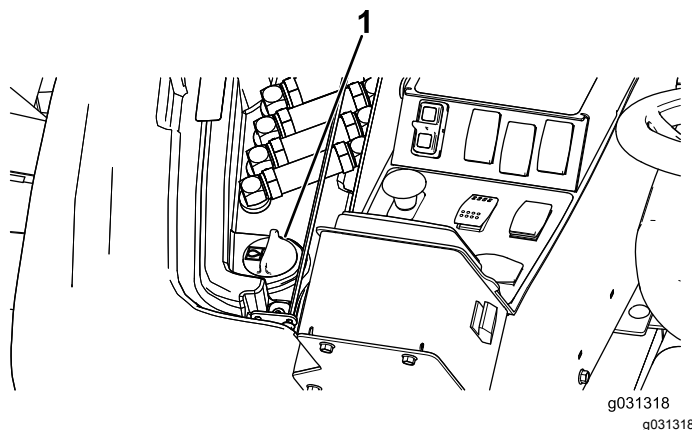

Figura 133
2. No lado direito da máquina, levante a cobertura de acesso para expor a tampa do depósito hidráulico (Figura 133).
3. Limpe a zona em redor do tubo de enchimento e da tampa do depósito hidráulico (Figura 133).